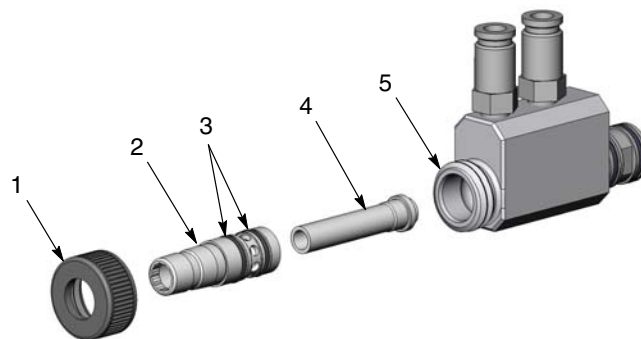

Abb. 3 Venturikehle abnehmen und installieren
1. Siehe Abbildung 3. Mutter (1) lösen und abnehmen.
2. Kehlenhalter und Kehle (2, 4) mit einer leichten Drehbewegung aus dem Pumpengehäuse (5) ziehen. Halter und die daran installierten beiden leitfähigen Silikon-O-Ringe (3) auf Verschleiß oder Schäden prüfen. Verschlissene oder beschädigte Teile auswechseln.